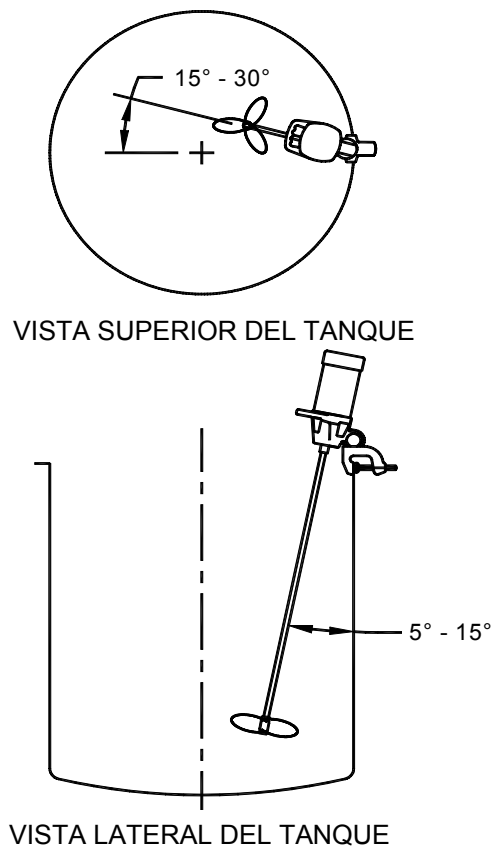

Figura 2: Modelo XPC, instalación
- b. Después de determinarse la orientación de la agitadore (consulte la *Figura 2, en la página 7*), apriete la tuerca hexagonal **[155]** en el área del casquillo hasta un valor de 50 pies-lb (67,8 Nm).
8. En operación, es posible que se requieran algunos ajustes de la posición para obtener resultados óptimos de mezclado. Ajuste la orientación de la agitadore tal como se muestra en la *Figura 2, a continuación* para obtener el mejor flujo de arriba hacia abajo y una eficiencia de mezclado óptima. Tanto la abrazadera como los conjuntos de montaje mediante placa acopada permiten un ajuste tridimensional.